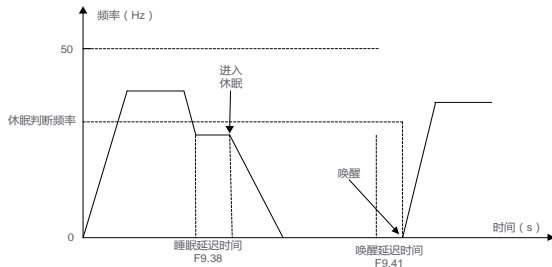

图 7.44 休眠模式 3 过程示意图
(3) 当 F9.36 为 2 时：进入睡眠状态后，变频器减速到 0Hz 停机，如图 7.44 所示。